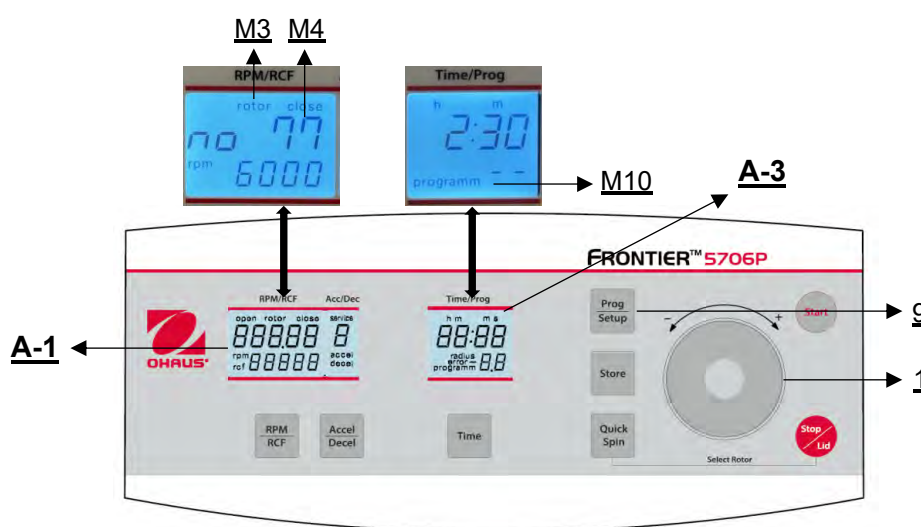

Figure. 24
Pour rappeler les programmes mémorisés, appuyer sur la touche **"Prog/Setup"** (9) (voir Figure 24) alors que le couvercle est déjà fermé. Dans l'affichage **"Time/Prog"** (A-3), **"program--"** (M10) apparaît. Le numéro de programme souhaité peut être présélectionné à l'aide de la molette (1).
Pour quitter le mode programme, il suffit d'appuyer sur la touche **"Prog/Setup"** (9) (voir Figure 24). Ensuite, à l'intérieur de l'écran